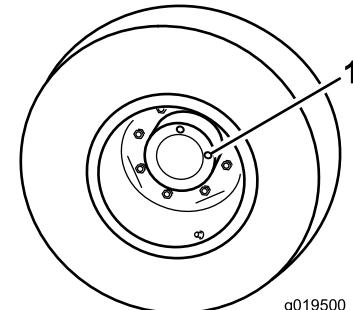

Bild 89
1. Wenn die Maschine auf einer ebenen Fläche steht, positionieren Sie das Rad so, dass eine Prüfschraube auf 12 Uhr und die andere auf 3 Uhr steht (Bild 89).
1. Prüf-/Ablassschraube (2)
2. Entfernen Sie die Schraube, die auf 3 Uhr steht (Bild 89).